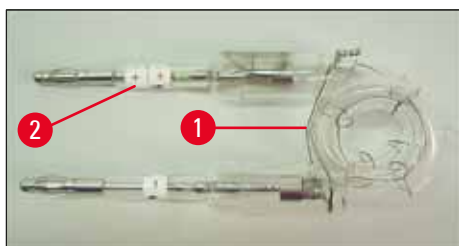
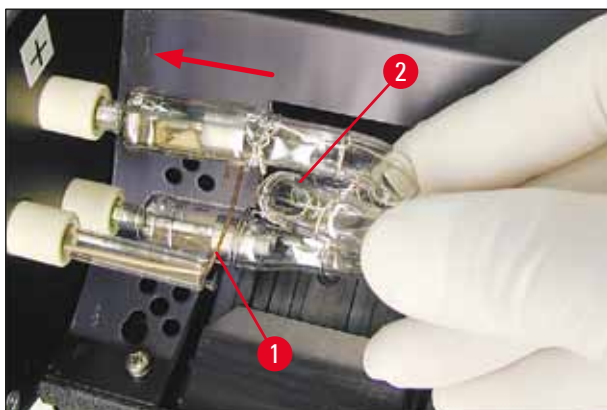

Fig. 21
Fig. 23
2. Sett den nye blitslampen (→ "Fig. 21") i sokkelen (→ "Fig. 20-3"); skyv den deretter forsiktig innover så langt det går (→ "Fig. 23") (polaritetsmerket (+) skal ikke synes). Beveg blitslampen forsiktig opp og ned hvis det er nødvendig.